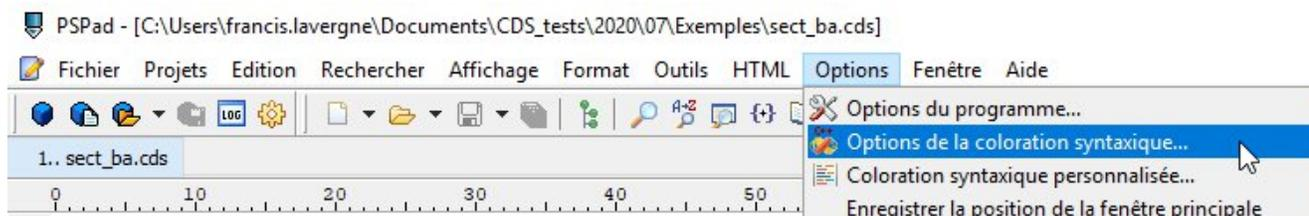

Figure 78 – Options coloration syntaxique
6. Revenir au menu principal de PsPad et sélectionner « option/ options de la coloration syntaxique » (Figure 78).